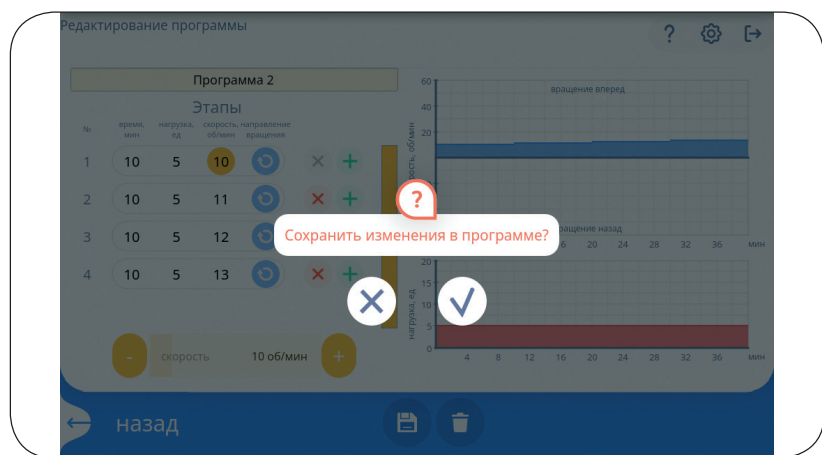

Рисунок 16
После завершения редактирования для сохранения параметров программы тренировки необходимо нажать на кнопку (6) в нижней части экрана. При этом на дисплее появится сообщение с запросом о подтверждении требуемого действия. Для подтверждения или отмены необходимо нажать на соответствующую иконку (см. рис. 16).